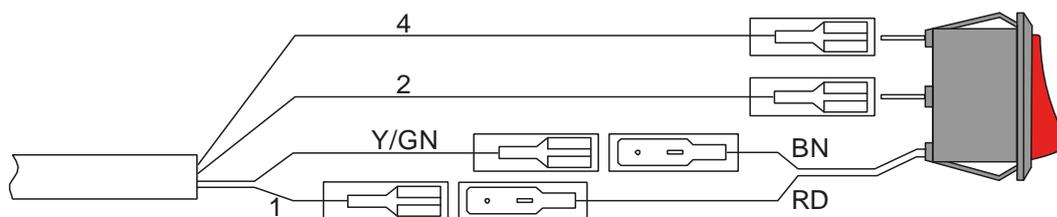

Figure 25 : Raccordement de l'appareil de contrôle
- ▶ Procédez au raccordement électrique conformément au schéma de connexion **PALFINGER Tail Lifts** (voir aussi Figure 25).